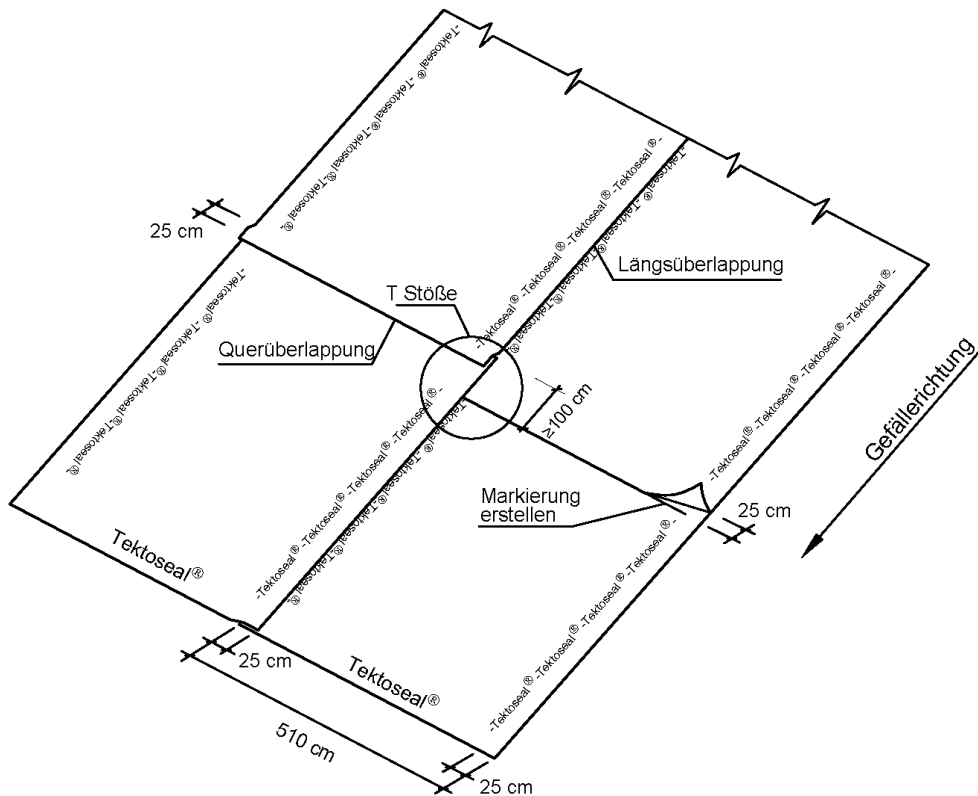

Abb. 5: Ansicht der Bahnanschlüsse von Tektoseal® Clay+
- T-Stöße sind um 1,0 m versetzt auszuführen (Abb. 5), Kreuzstöße sind nicht erlaubt.